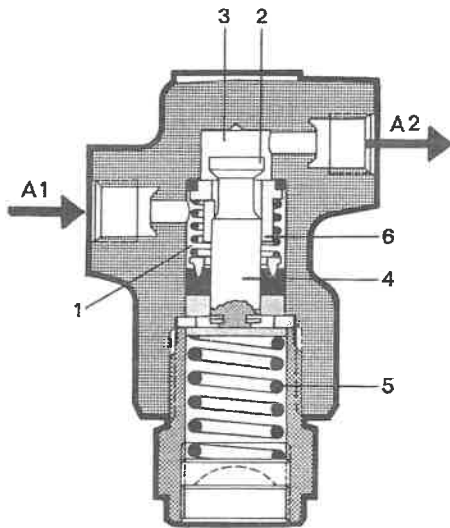

Fig. 4
**Bremskraftbegrenzer Fig. 4**